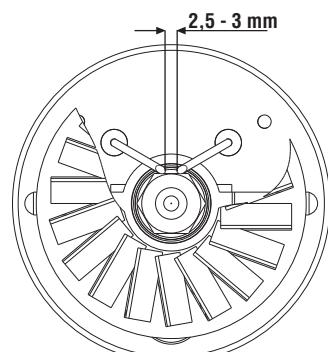

Fig.2.
- Smontare il bruciatore pulendone le parti, pulire gli elettrodi e regolarne la distanza al valore indicato in Fig.2.